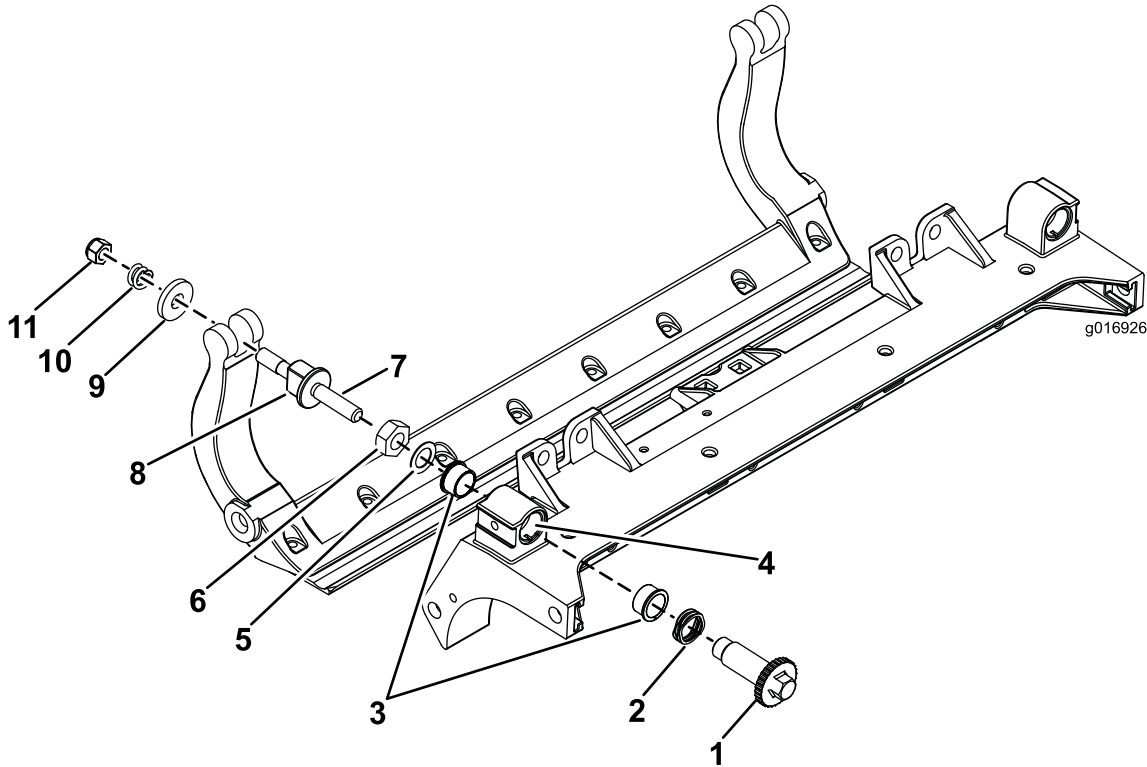

图34
1. 拆除所有零件请参阅 HD DPA 套件型号 120-7230 安装说明和图34。
2. 将防粘剂涂抹到滚刀组承载架的轴套区内侧图34。
3. 将凸缘轴套上的键与机架的槽对准然后安装轴套图34。
4. 将一个波形垫圈安装到调节器轴上然后调节器轴滑入滚刀组机架中的凸缘轴套内 图34。
5. 使用扁平垫圈和锁紧螺母固定调节器轴 图34。上紧锁紧螺母扭矩至 2027N·m。
注意 将尼龙垫圈放在侧板凸起的两侧。在两个尼龙垫圈的外侧各放一个钢垫圈 图34。